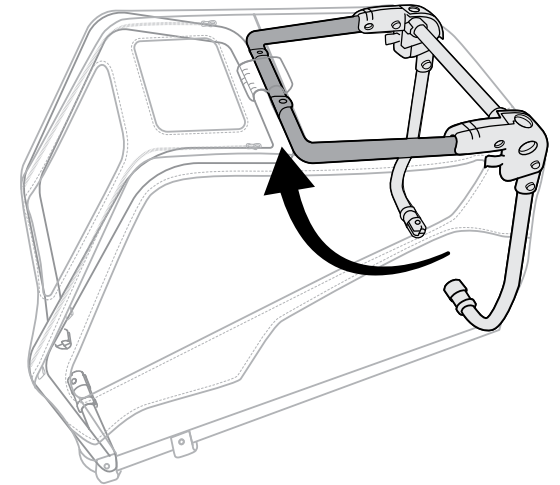
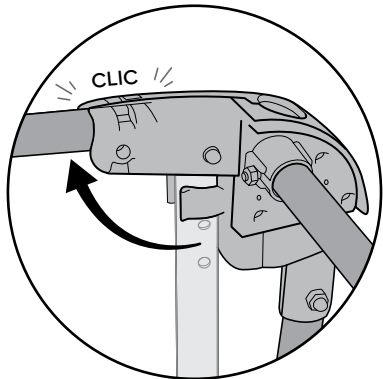

Figure 3
Figure 4
3. Dépliez le tube de cadre central vers le haut (Figure 3) jusqu'à ce que les boutons de cadre s'enclenchent (Figure 4).